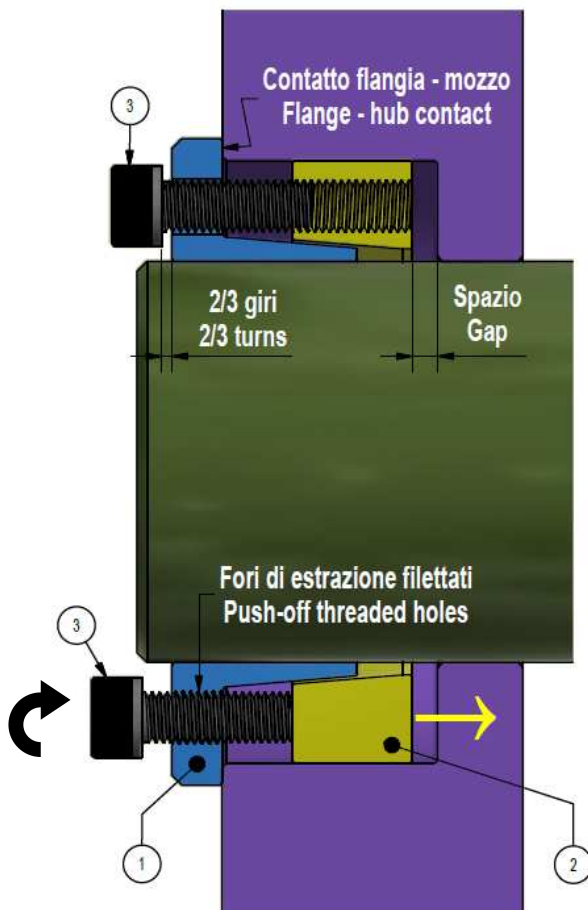

Fig. 2. Separazione degli anelli e posizionamento del calettatore.
2. Allentare tutte le viti di due/tre giri e spostarne almeno due nei fori filettati dell'anello interno. Serrare leggermente queste viti, in modo da **separare gli anelli per una più facile installazione del calettatore** (fig. 2).
3. Inserire il calettatore nel foro del mozzo ed installare l'assieme sull'albero, assicurandosi che gli elementi collegati si trovino nella posizione desiderata. **Gli anelli interno ed esterno devono essere completamente supportati rispettivamente da albero e mozzo** (fig. 2). **La flangia dell'anello interno deve essere completamente appoggiata al mozzo** (fig. 2). A questo punto, riposizionare le viti usate per separare gli anelli. Nel caso di mozzi con spallamento, lasciare qualche millimetro di spazio tra l'anello esterno e lo spallamento (fig. 2).